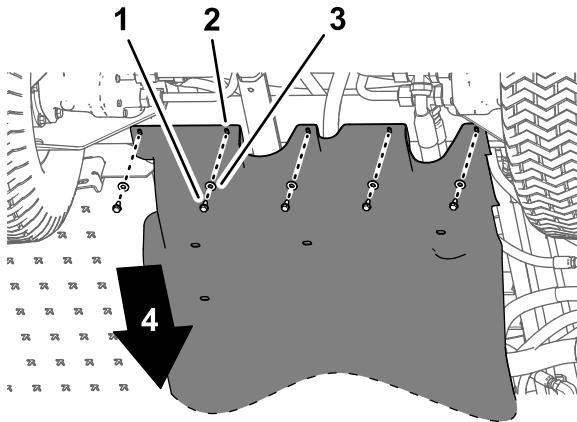

図 97
- キャリッジ下シュラウドの後部にある穴を、シャーシの穴に合わせる図 97。
5. 図 97 キャリッジ下シュラウドの後部をシャーシに取り付けるステップ 14 キャリッジ下シュラウドを取り外す (ページ 9) で取り外した金具類を使用して以下のように作業する